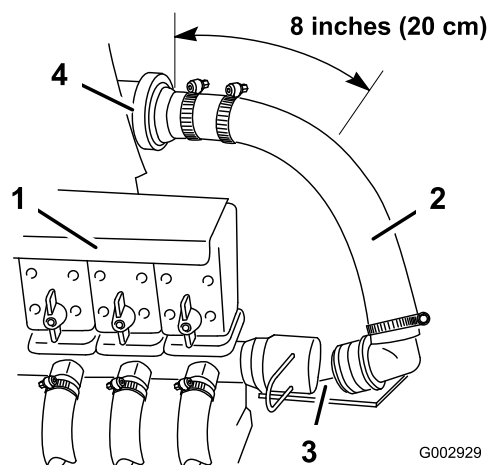

Figura 10
- Tagliate il flessibile di alimentazione della barra a 20 cm a destra del flussometro (se in dotazione), o a 114 cm dal raccordo a T di alimentazione (situato subito dietro le valvole della barra) utilizzando un seghetto (Figura 10). Togliete la fascetta stringitubo dal lato allentato, e scartate il flessibile ed il raccordo.
- Togliete il fermo che fissa l'estremità del flessibile di alimentazione della barra, collegata al raccordo a T situato a destra delle valvole di alimentazione della barra, e rimuovete il flessibile (Figura 10).